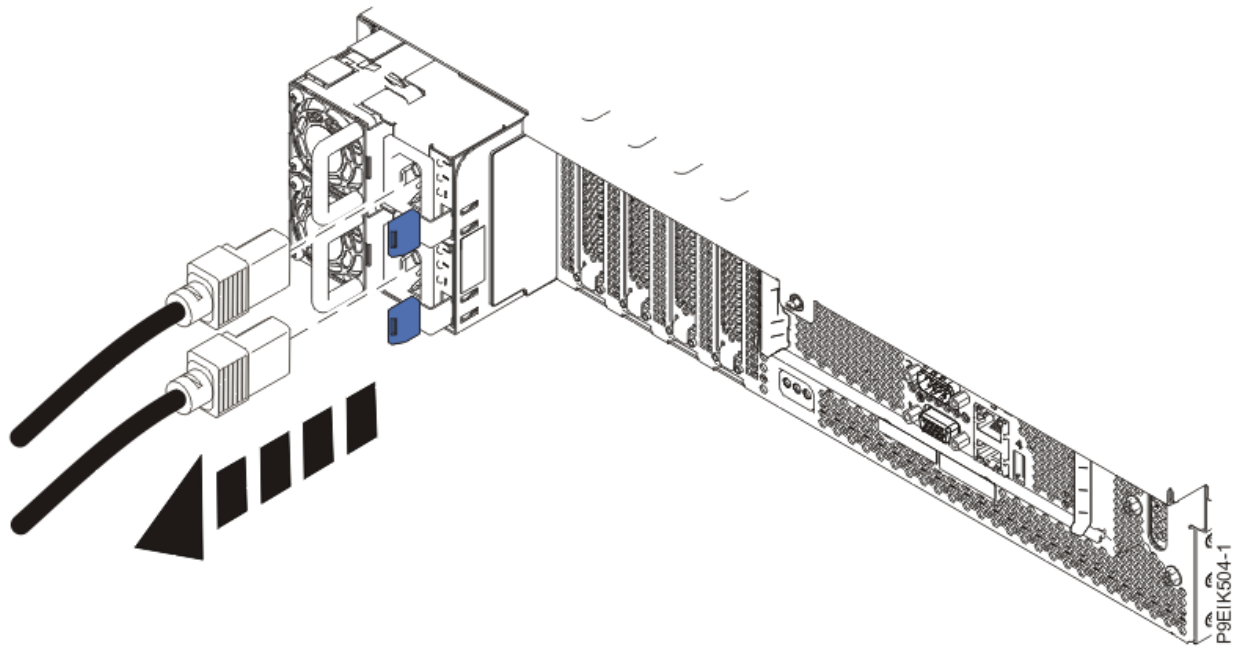

Figura 205. Extracción de los cables de alimentación del sistema
4. Desconecte los cables de alimentación de la unidad del sistema, como se muestra en la Figura 205 en la página 237.